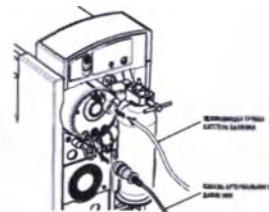

Рис. 22
- Подключите кабель артериального давления к входному разъему давления на задней панели помпы. (См. рис. 22.)